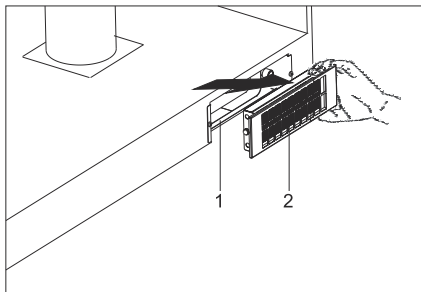

Fig. 5
1. ➔ Tag kulfilteret ud ved at bevæge det i pilens retning. Fig. 5